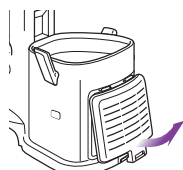

Fig. 22
- 1 Saque la cubierta del filtro. **(Fig. 22)**